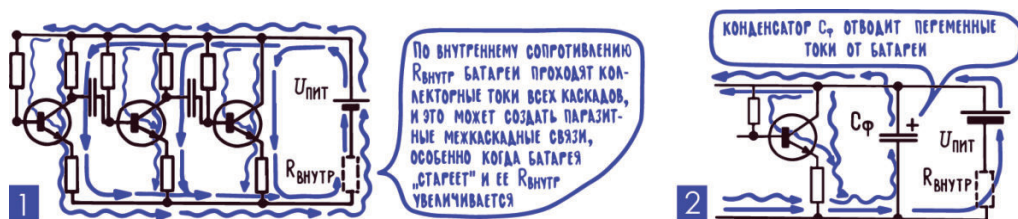
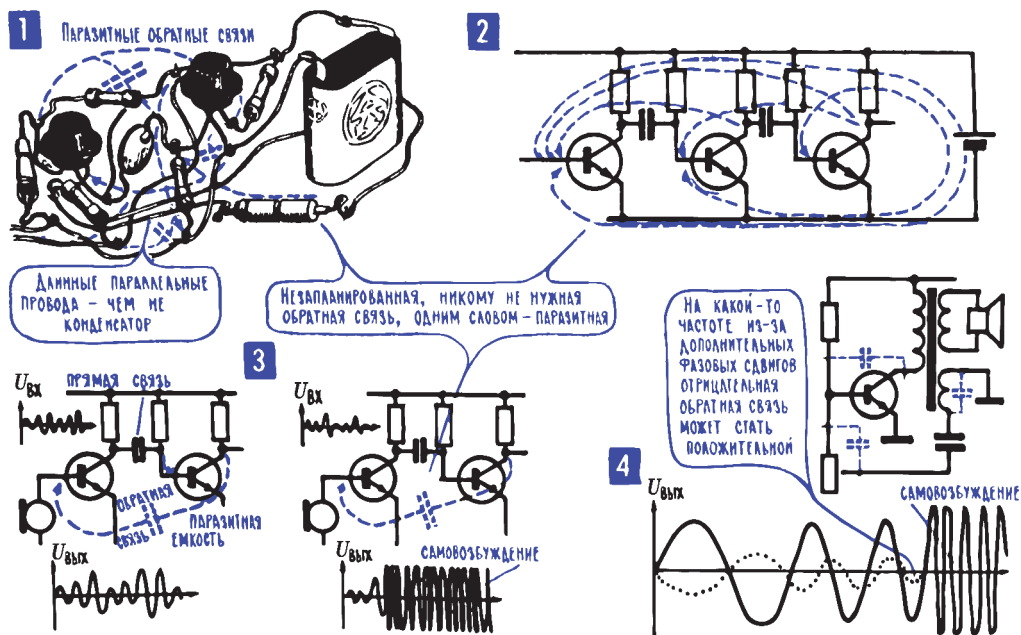

Рис. 12.7. Паразитные связи между каскадами через источник питания
Рис. 12.13. Паразитные обратные связи в усилителях
Механизм появления паразитной связи по питанию очень прост. Переменная составляющая какого-либо коллекторного тока проходит по внутреннему сопротивлению источника и создает на нем переменное напряжение, которое неизбежно попадает на коллектор, а через резистор смещения – и на базы других транзисторов (рис. 12.7; 1). Способ борьбы с этой неприятностью тоже несложен – источник питания шунтируют конденсатором C_ϕ (рис. 12.7; 2), через который все переменные составляющие замыкаются беспрепятственно. Кроме того, в цепи включают развязывающие фильтры, задача которых – замкнуть переменную составляющую коллекторного тока на месте, вблизи транзистора, не пустить ее в общие
18. Фазовые сдвиги в усилителе могут привести к возникновению положительной обратной связи, к превращению усилителя в генератор. Помимо тех цепей отрицательной обратной связи, которые вводятся специально, в частности для ослабления нелинейных искажений, могут появиться незапланированные, паразитные цепи обратной связи. Например, через источник питания (рис. 12.7). Или через общие для входа и выхода участки самого транзистора. Или, наконец, через электрические и магнитные поля, которые создаются выходными цепями и наводят сигнал во входных цепях (рис. 12.13).